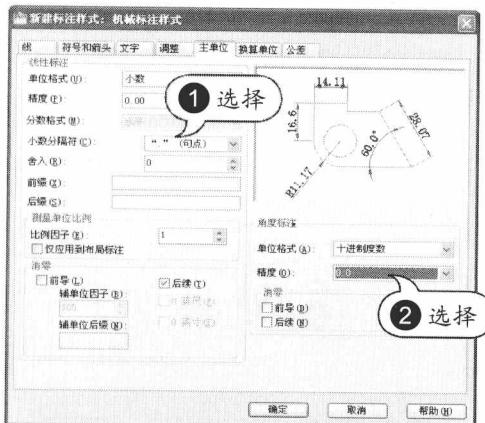

图 1-27 主单位设置
**STEP 07** 主单位设置。在“主单位”选项卡中设置主单位参数，如图 1-27 所示。